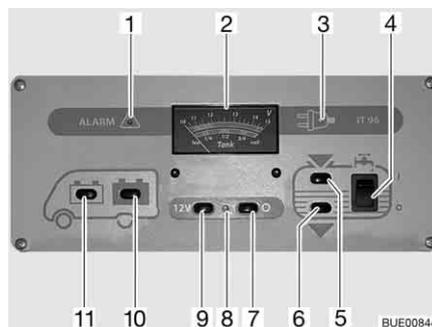

Fig. 171 Painel de controlo IT 96-2
O interruptor principal de 12 V (Fig. 171,7 e 9) liga e desliga o painel de controlo e a alimentação de 12 V do habitáculo.
Ligar: ■ Prima o interruptor (Fig. 171,9) "12 V": É ligada a alimentação de 12 V do habitáculo. A luz piloto (Fig. 171,8) acende-se com luz verde.
Desligar: ■ Prima o interruptor (Fig. 171,7) "0": É desligada a alimentação de 12 V do habitáculo. A luz piloto (Fig. 171,8) apaga-se.
No indicador V/Reservatório (Fig. 171,2) tenha em conta a escala superior. O indicador é automaticamente iluminado, logo que for premido um interruptor.
- Prima o interruptor (Fig. 171,11) : É indicada a tensão da bateria de arranque.
- Prima o interruptor (Fig. 171,10) : É indicada a tensão da bateria do habitáculo.
No indicador V/Reservatório (Fig. 171,2) tenha em conta a escala inferior. O indicador é automaticamente iluminado, logo que for premido um interruptor.
- Prima o interruptor (Fig. 171,5) : É indicada a quantidade de água.
- Prima o interruptor (Fig. 171,6) : É indicada a quantidade de águas residuais.
- Prima o interruptor basculante (Fig. 171,4) em cima "I": O abastecimento de água está ligado.
- Prima o interruptor basculante (Fig. 171,4) em baixo "O": O abastecimento de água está desligado.
A luz vermelha de aviso "ALARME" (Fig. 171,1) fica a piscar, logo que a tensão da bateria do habitáculo 11 V (medição durante o funcionamento) desça abaixo o nível mínimo, havendo assim ameaça de descarregamento total.
A luz piloto de 12 V (Fig. 171,8) acende-se, quando está ligado o interruptor principal de 12 V (Fig. 171,9).
A luz piloto amarela de 230 V (Fig. 171,3) acende-se, quando à entrada da central elétrica existe tensão de rede.